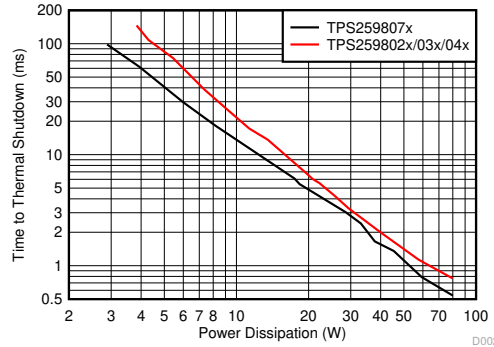

図 8-2. 起動時のサーマル シャットダウンのプロット
3.9W の電力損失に対して正常にスタートアップさせるには、デバイスの熱シャットダウン時間がランプアップ時間 T_{dVdt} より長くする必要があります。図 8-2 起動時のサーマルシャットダウン制限を示します。電源が 3.9W の場合、シャットダウン時間は約 100ms です。したがって、出力に負荷がない場合は、26 ms をスタートアップ時間として安全に使用できます。